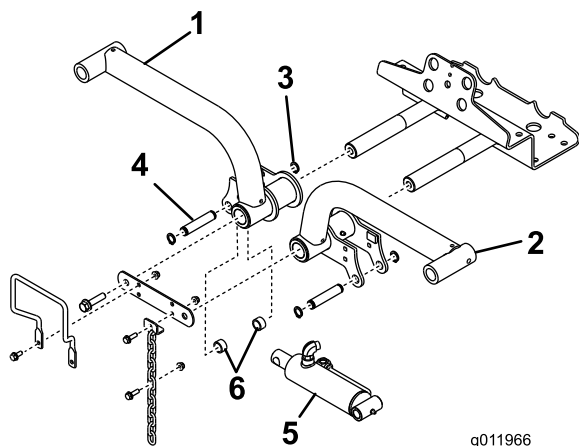

Bild 15
- Stecken Sie die Hubarme in die Gelenkschäfte des Hubarms (Bild 15) und befestigen sie mit dem Gelenkschaftanschluss und den Schrauben, die Sie vorher entfernt haben.
- Befestigen Sie das rechte Ende des Hubzylinders mit einem Stift und zwei Distanzstücken am rechten Hubarm ((Bild 15)). Befestigen Sie ihn mit dem Befestigungsring.